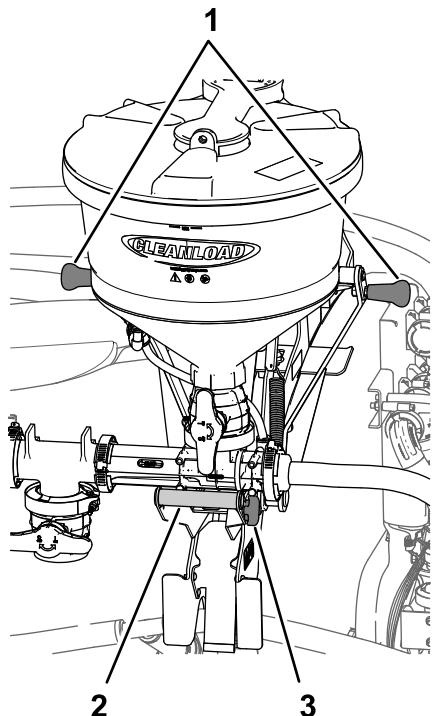
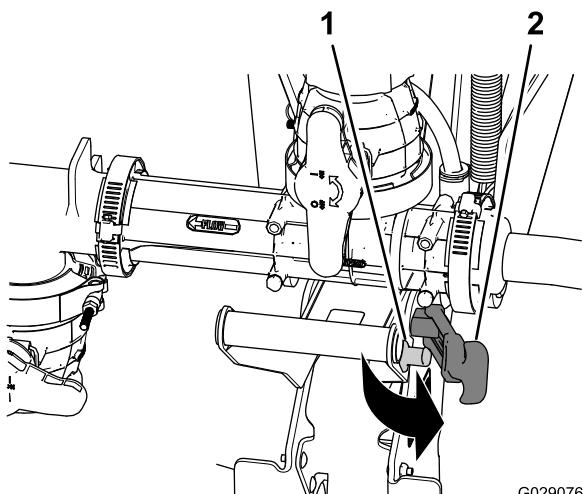
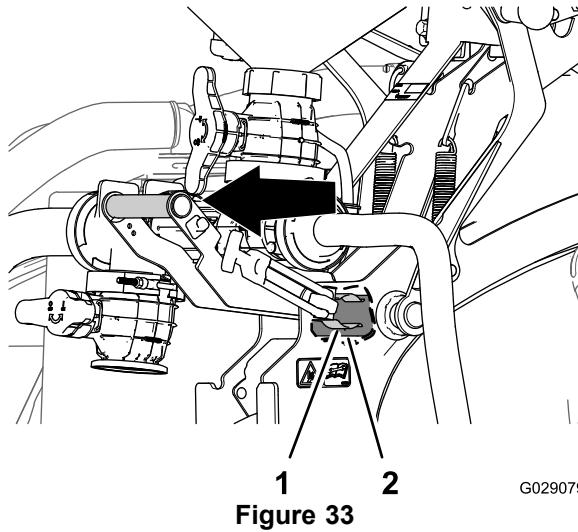
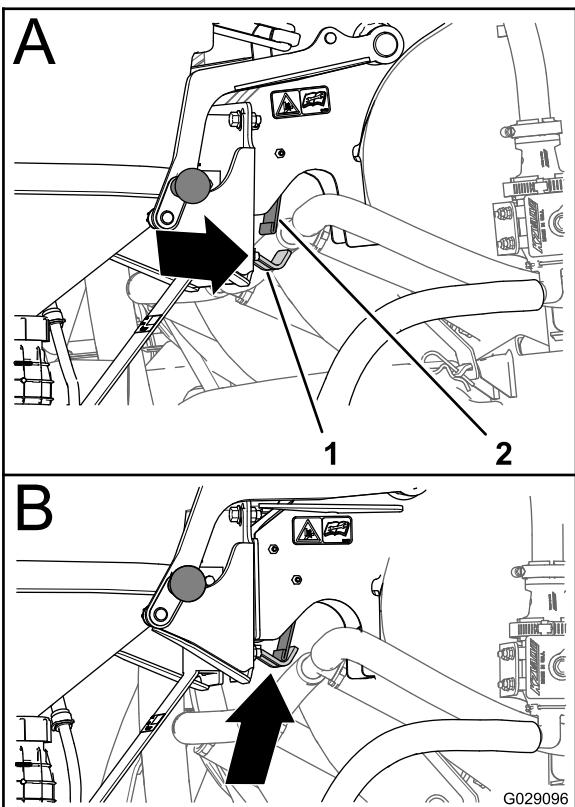

Figure 31
Figure 32
Figure 33
Figure 36
1. Saisissez la poignée du mélangeur et dégarez la poignée de verrouillage de l'ergot de verrouillage (Figure 31 et Figure 32).
2. Saisissez la poignée du mélangeur au sommet du berceau en plus de la poignée du mélangeur, et tirez dessus jusqu'à ce que le clip élastique se dégage du tube de pivot (Figure 31 et Figure 33).
5. Lorsque le verrou de la plaque d'appui se trouve sous la plaque élastique (A de Figure 36), tournez la poignée de mélangeur vers l'intérieur pour que la partie en crochet du verrou soit en face de la plaque élastique (B de Figure 36).
crochet du verrou soit alignée à l'extérieur de la plaque élastique (Figure 33 et Figure 36).
4. Poussez la poignée du mélangeur de sorte à éléver le crochet jusqu'à la tige de verrouillage et à engager complètement le clip élastique autour du tube de pivot (Figure 33).
5. Tirez la poignée de verrouillage sur l'ergot de verrouillage (Figure 32).